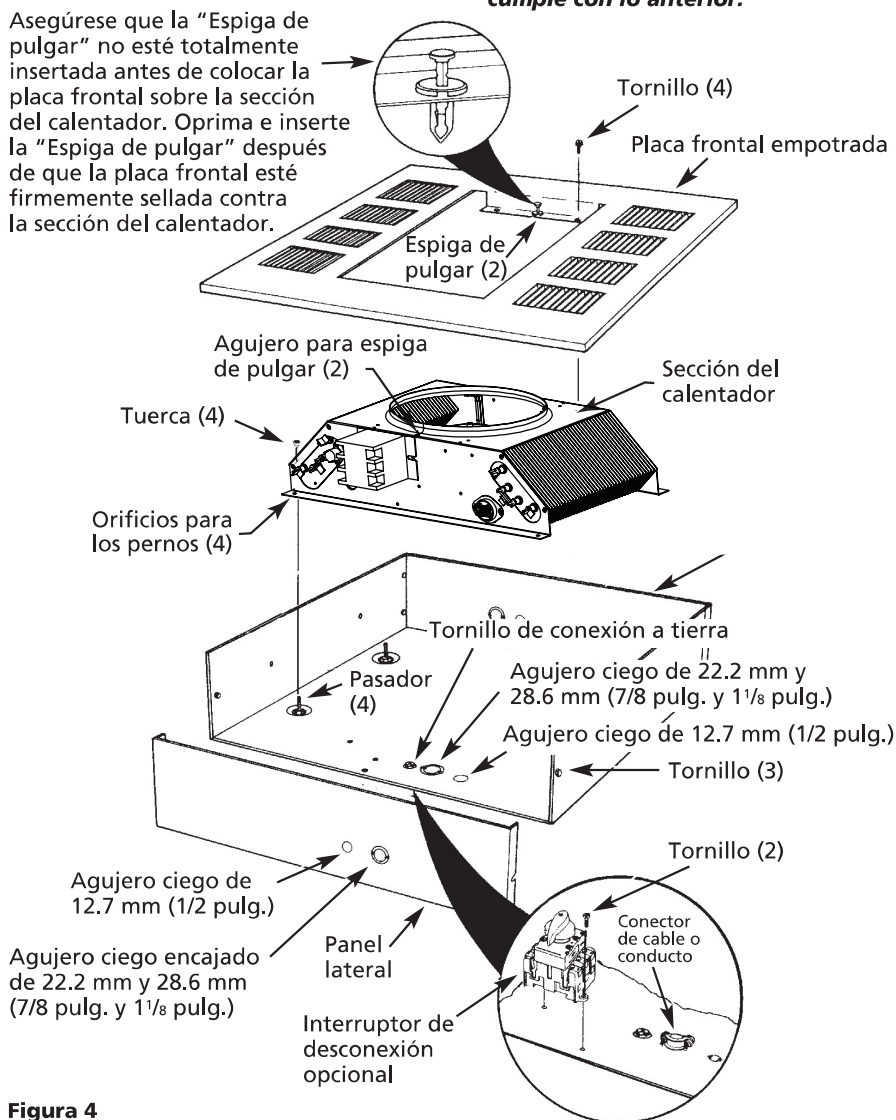

Figura 4
1. Extraiga de la caja el conjunto del Calentador de Montaje Empotrado. El conjunto del calentador incluye (1) caja de montaje empotrado, (1) calentador, (1) placa frontal empotrada y (1) juego de rejillas de descarga.
2. Extraiga del conjunto la caja de montaje empotrado. Extraiga cuatro (4) tuercas de los pasadores de manera que el calentador pueda retirarse de la caja de montaje empotrado. **No deseche** las tuercas ya que se utilizarán en el Paso 9 para montar nuevamente la sección del calentador en la caja de montaje empotrado.
3. Extraiga tres tornillos y retire un lado de la caja de montaje empotrado para facilitar las conexiones eléctricas (Figura 4).
4. Destape uno de los agujeros ciegos e instale un conector de cable o conducto (Figura 4).
5. Instale el interruptor de desconexión opcional 2YU45 (si es necesario, según como se muestra en la Figura 4). Consulte el Manual de Instalación del Accesorio para conectarlo correctamente.
8. Coloque la sección del calentador sobre los pasadores en la caja de montaje empotrada (Figura 4).
9. Presione la sección del calentador sobre los pasadores y apriete bien las cuatro (4) tuercas (extraídas en el Paso 3) en los pasadores para fijar la sección del calentador en la caja de montaje empotrado (Figura 4).
**AVISO:** Asegúrese que la "espiga de pulgar" en cada extremo de la abertura de la rejilla de descarga no esté totalmente insertada, para permitir que los cuerpos de las espigas de pulgar quepan en los orificios en la sección del calentador (Figura 4).
12. Instale y apriete firmemente cuatro tornillos (suministrados) para fijar la placa frontal empotrada en la sección del calentador (Figura 4).